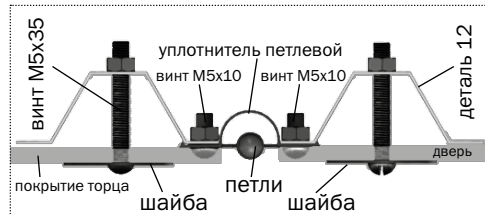

Рис.23
5. Закрепите куски покрытия на форточке и двери шайбами (**рис.18,19**), сделав выпуск покрытия по одной стороне (**рис.23**), предварительно закрыв соты (оклеив их скотчем). Профили уплотнительные устанавливаются по контуру форточек и дверей в соответствии с рисунками **18,19,21,22**.